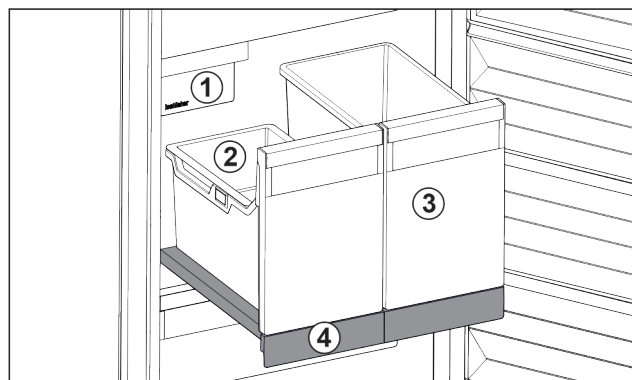

Fig. 24 Витяжна панель IceTower
- (1) IceMaker
- (2) Підвісний лоток для кубиків льоду
- (3) Резервуар наприклад для піци, алкогольних напоїв
- (4) Витяжна панель
На витяжній панелі є два високих резервуари (IceTower). В резервуарі Fig. 24 (2) кубики льоду з IceMaker збираються та зберігаються. Резервуар Fig. 24 (3) придатний для зберігання високих харчових продуктів, таких як піца та алкогольні напої.